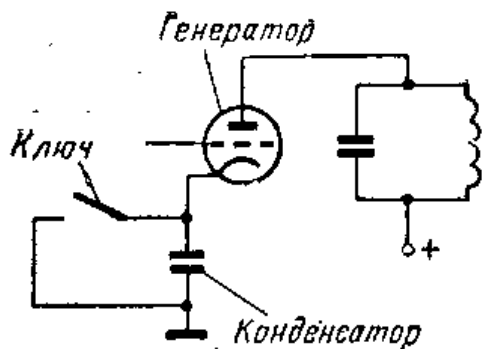

Рис. VI.161. Телеграфный ключ в катодной цепи дает возможность включать и выключать анодный ток.
**Телеграфная манипуляция в передатчиках.** Если мы хотим, чтобы передатчик передавал сигналы кода Морзе, нужно иметь возможность управлять в нем возбуждением генерации. Телеграфные передатчики работают от телеграфного ключа. Имеется несколько способов телеграфной манипуляции передатчика. В одном из наиболее распространенных способов телеграфный ключ используется для замыкания и размыкания цепи катода (рис. VI.161). Когда ключ замыкает цепь, через лампу проходит ток. Когда ключ разомкнут, ток отсутствует.